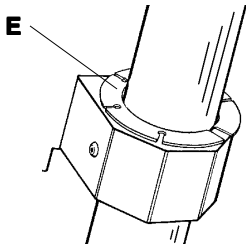

Figure 31
The **CUTTING HEAD** slides on three low friction **BUSHINGS (E)**, **Figure 31**. It is unlikely they will require replacement, but they can be removed as follows.
Der **Schneidekopf** gleitet auf drei fast abriebfreien **Buchsen (E)**, **Abbildung 31**. Diese müssen nur in sehr ungewöhnlichen Fällen ausgetauscht werden. Nachfolgend die Austausch-Anweisungen.
La **TÊTE DE COUPE** glisse sur trois **ROULEMENTS (E)** à faible friction, **Figure 31.** Il est peut probable qu'ils aient besoin d'être remplacés mais ils peuvent être démontés comme suit.